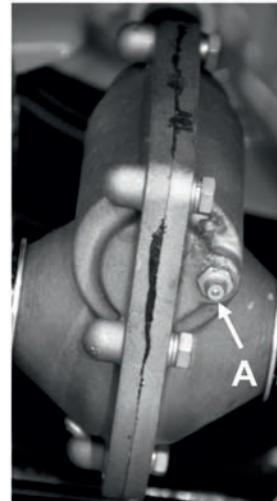

Рис. 42
Добавляйте смазку в редуктор через масленку (A) каждые 50 часов работы (Рис. 42).